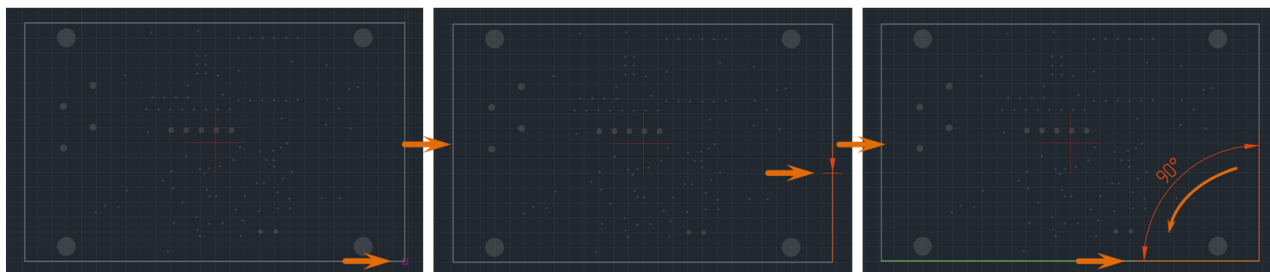

Рис. 414 Размещение угловой размерной линии
4. Определите положение первой выносной линии, переместите курсор, определяя положение второй выносной линии, см. Рис. 414. Установите длину и направление выносных линий, перемещая курсор. Возможный вид размерной линии будет отображаться на экране.